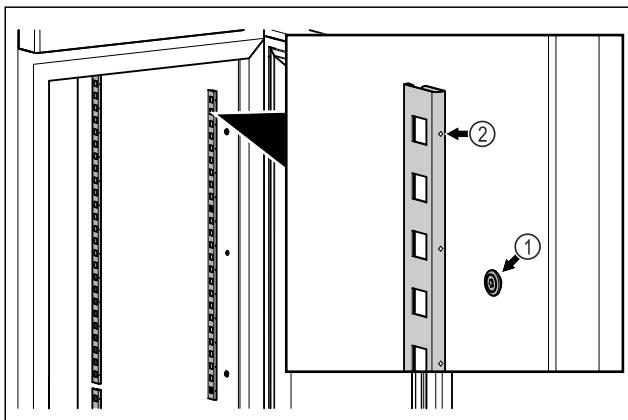

Fig. 48 Примерное изображение
- Навесьте фиксатор на крепление Fig. 48 (1). Отметка Fig. 48 (2) должна располагаться спереди.